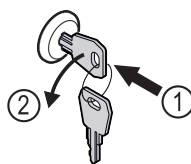

Fig. 179
- ▶ Klíč zasuňte dovnitř. Fig. 179 (1)
- ▶ Otáčejte klíčem o 90° proti směru hodinových ručiček. Fig. 179 (2)